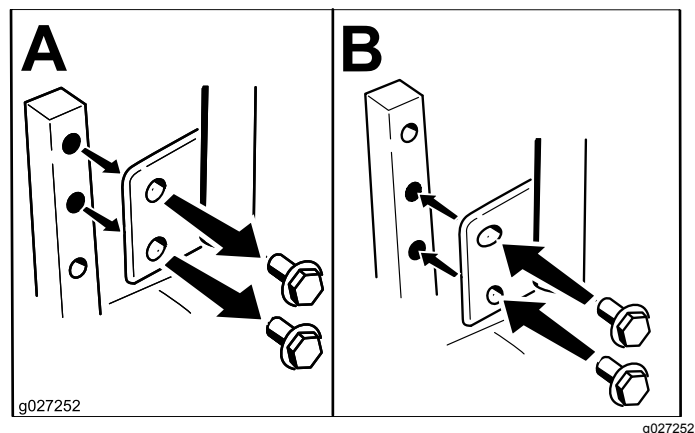

Figura 20
Las palancas de control de movimiento pueden ser ajustadas hacia arriba o hacia abajo para que su manejo sea más cómodo (Figura 20).
2. Afloje el perno inferior lo suficiente para poder desplazar hacia adelante o hacia atrás la palanca de control (Figura 20). Apriete ambos pernos para fijar el control en la posición nueva.